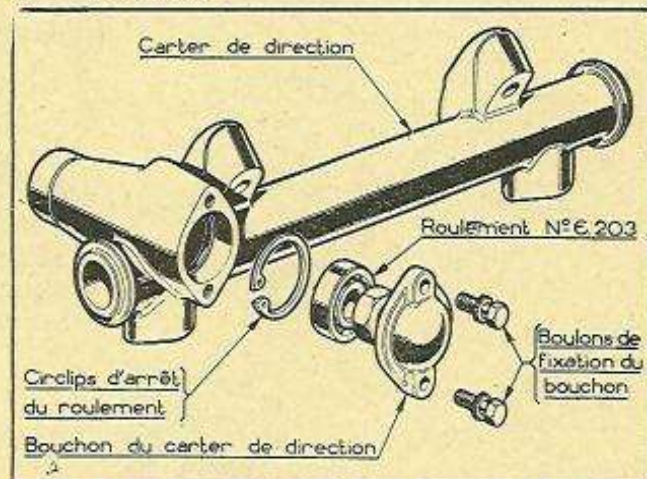

Fig. 64. — Mise en place du roulement 6.203.
- Mettre en place le roulement 6203 (fig. 64).